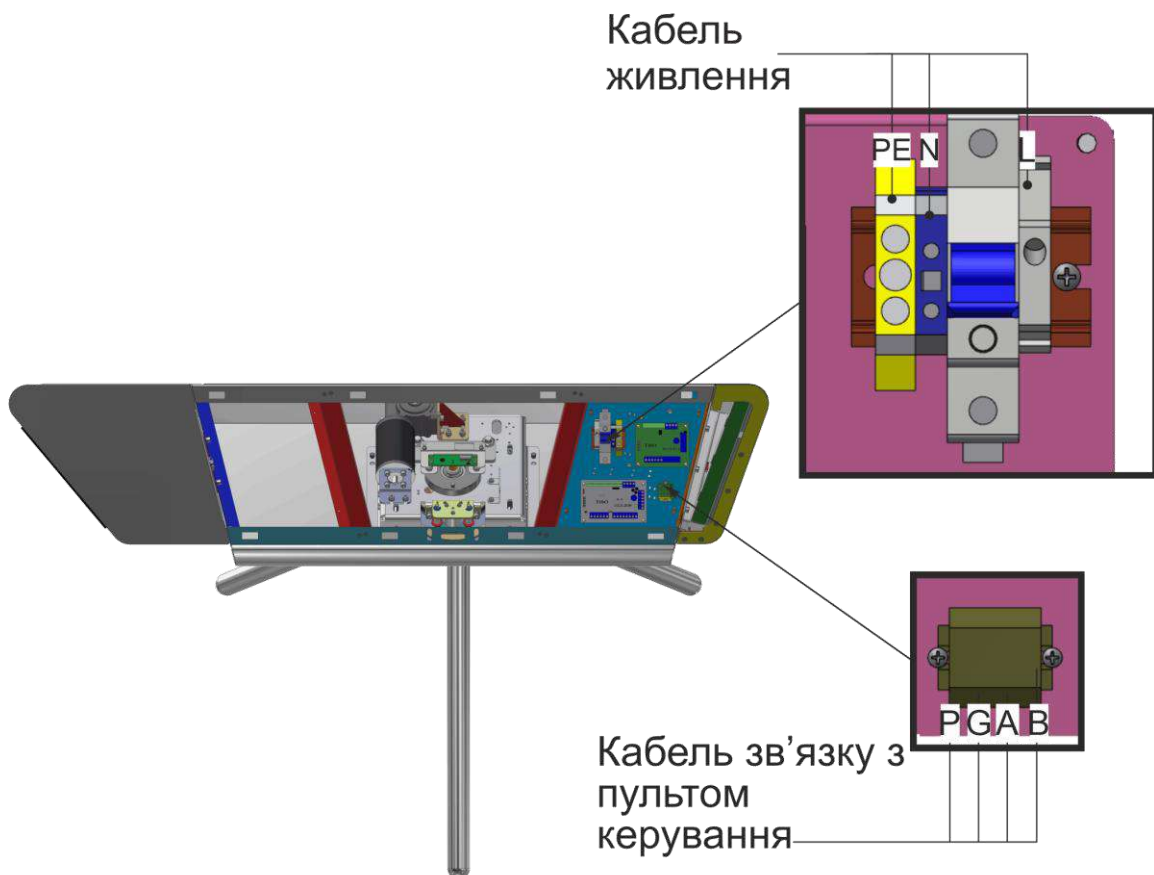

Рис. 16 – Підключення кабелю живлення та кабелю зв'язку з пультом керування
- 11) Підключення турнікету (Рис.16):
- Фаза (L) – до захисного автоматичного вимикача;
- Нуль (N) – до клеми ~230 В (N);
- Земля (PE) – до клеми заземлення (PE);